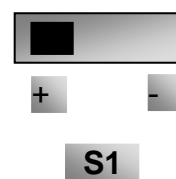

Figure 8-6
- vii. Il ya un interrupteur à bascule S1 sur le côté de bornes de commande, reportez-vous à la figure 8-6. S1 est utilisé pour sélectionner la plage de la voie AI1 d'entrée de tension. Lors de la mise S1 à "+", la plage d'entrée est de 0 ~ 10V, lors de la mise au S1 "-", la plage d'entrée est de -10 ~ 10V.